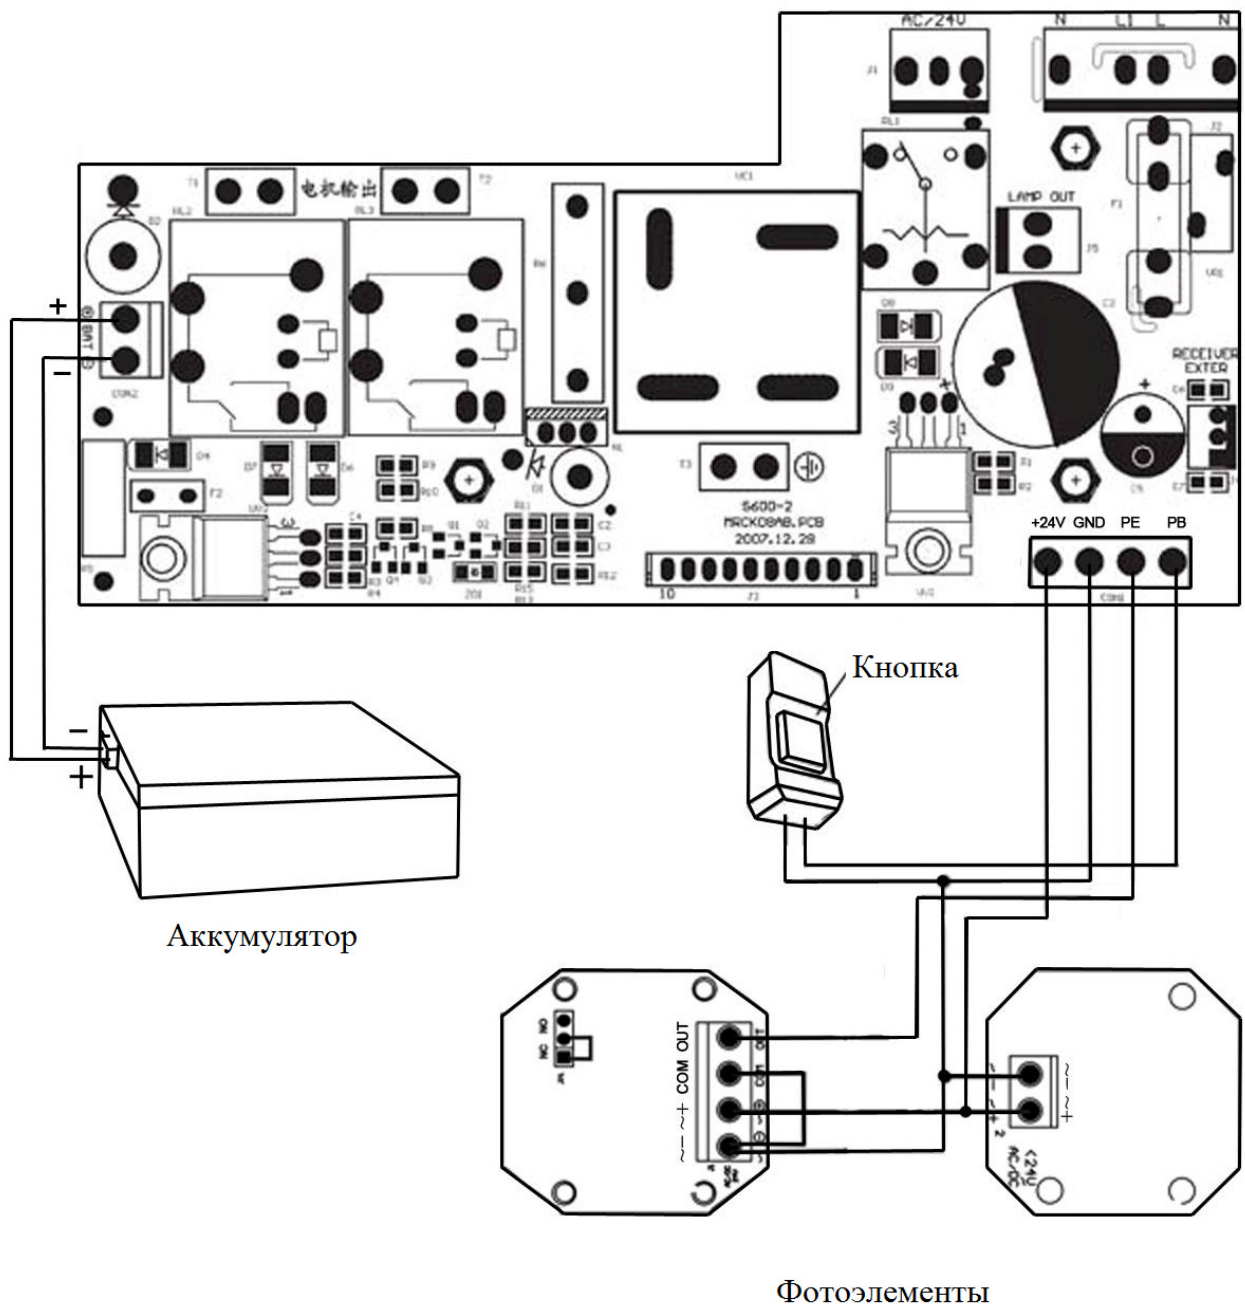

Рис. 4. Электрические подключения
- Подключите с помощью отвертки электрические проводники к клеммам блока управления привода (рис. 4), в соответствии с указаниями пунктов 5.1 ... 5.3.